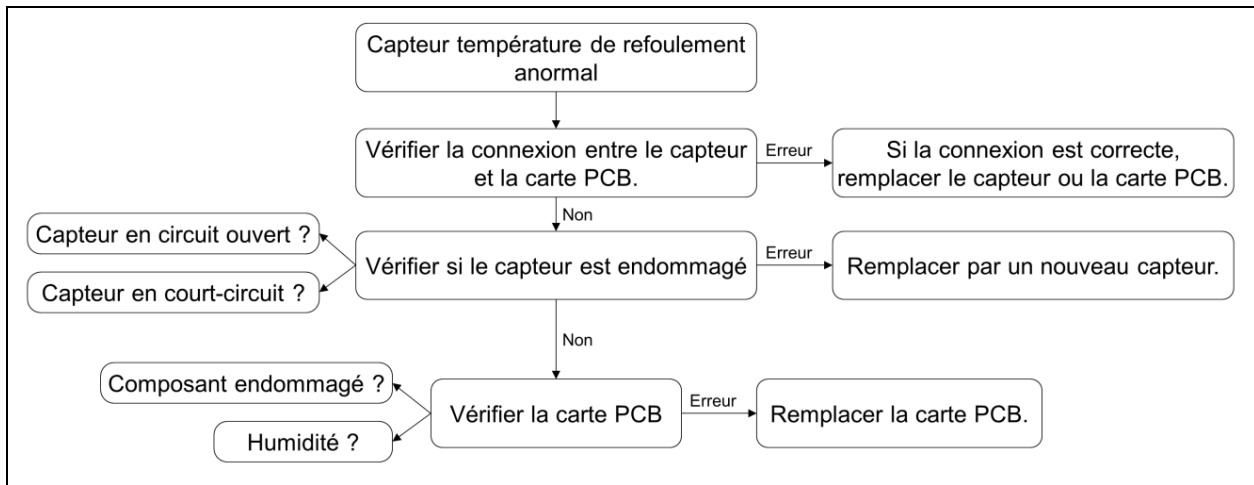

Figure 16.5 Erreur du capteur de température de refoulement T5
- T5 – Température d'échappement du compresseur (Figure 16.5)